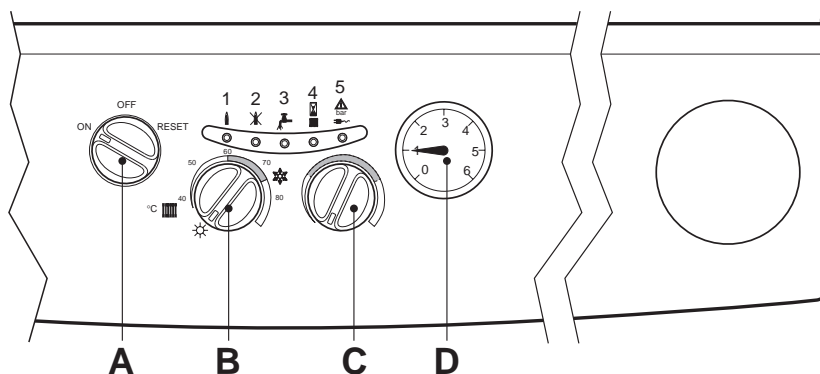

fig. 1
- Realizado esto, seleccionar si se va a hacer funcionar la caldera para calefacción y A.C.S. o sólo para A.C.S. Si se selecciona lo primero, situar el regulador "B" (fig. 1) en la posición "Invierno" que corresponde a un valor superior a 50°C. Asimismo regular el termostato de ambiente, si se ha instalado, a la temperatura deseada en el local. En este momento el quemador se enciende y la caldera inicia su funcionamiento automático controlada por sus dispositivos de regulación y seguridad. Si se selecciona, por el contrario, la segunda posibilidad de funcionamiento: sólo agua caliente sanitaria, situar el regulador "B" (fig. 1) en la posición "Verano".
Con el mando "B" (fig. 1) posicionado en el símbolo ☀ (Verano) la función de calefacción queda desactivada.
Con el mando "B" (fig. 1) en el símbolo ❄ (Invierno) están activas tanto la calefacción, como el A.C.S.
Caldera bloqueada	Verificar si las llaves de gas anterior a la caldera y la del contador están abiertas. Girar el mando "A" fig. 1 a "Reset" y soltarle. En caso de repetidos bloqueos de la caldera, avisar al Servicio Técnico de la zona.